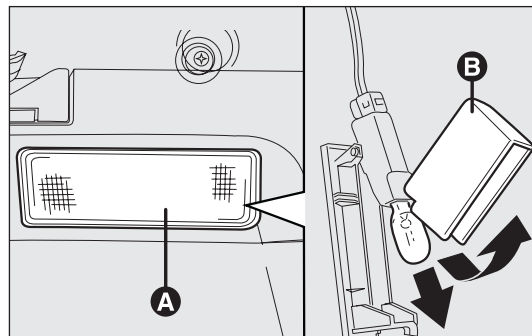

рис. 180
ПЛАФОН ОСВЕЩЕНИЯ БАГАЖНИКА – рис. 180
- снимите плафон А – рис. 180, нажав в месте, показанном стрелкой;